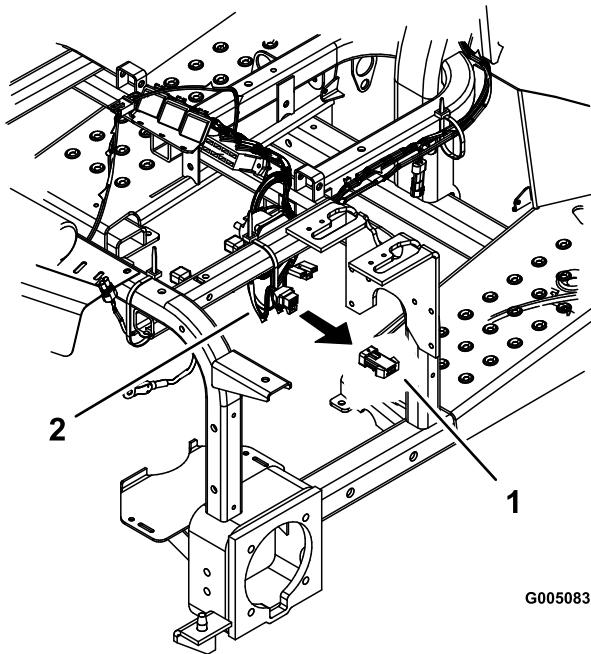

Figure 34
- Enlevez le fil volant du faisceau de câblage principal sous le panneau de commande (Figure 34).